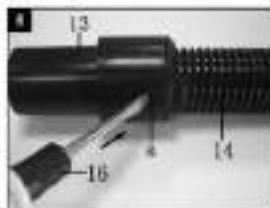

Fig.5
Para desmontar o adaptador (13), pressione cuidadosamente nos entalhes com o lado plano da chave de fendas (16) Ao fazer isto, os tampões de encravamento são libertados dos entalhes e a mangueira (14) pode ser retirada do adaptador (15) (Fig.5).